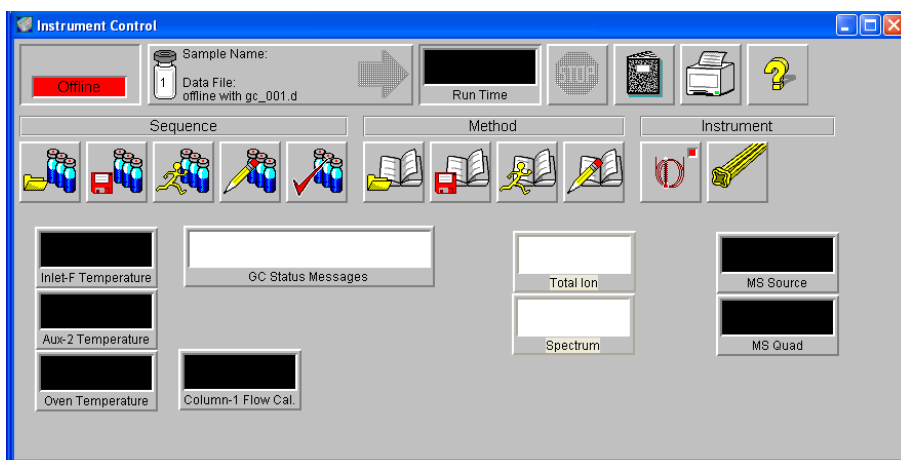

Figura 14 Disposizione dei monitor
- 8 Fare clic su ogni monitor e trascinarlo nella posizione desiderata. La Figura 14 illustra un modo di disporre i monitor.